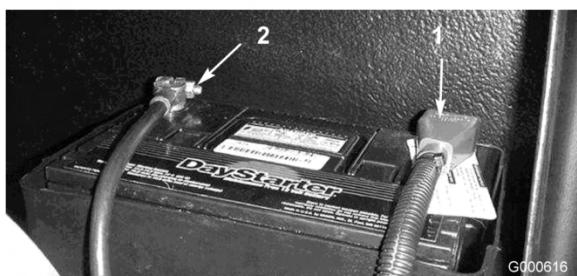

Figura 40
- Conecte el cable positivo (rojo) al borne positivo (+) y el cable negativo (negro) al borne negativo (-) de la batería (Figura 40). Fije los cables a los bornes con tornillos de caperuza y tuercas. Asegúrese de que el terminal positivo (+) está colocado a tope en el borne, y que el cable está colocado junto a la batería. El cable no debe entrar en contacto con la tapa de la batería. Deslice la cubierta de goma sobre el terminal positivo para evitar posibles cortocircuitos eléctricos.